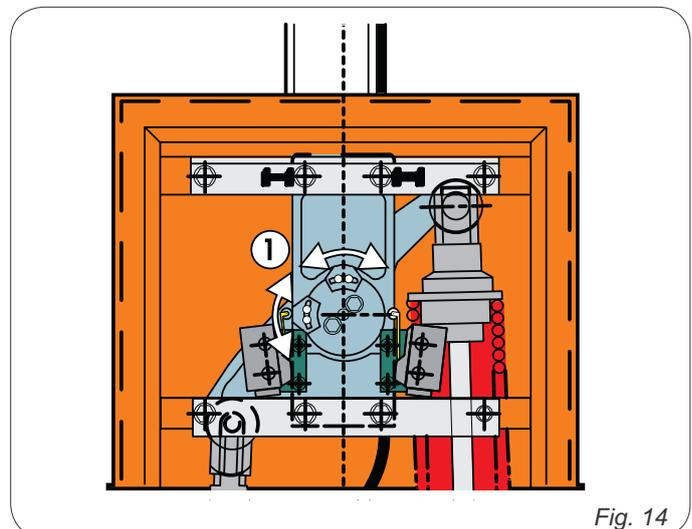

Fig. 14
1. Regular o came do fim de curso afrouxando os parafusos sextavados, como na fig. 14 ref. 1. Para aumentar o ângulo de desaceleração, aproximar o came do fim de curso correspondente. Para diminuir o ângulo de desaceleração, afastar o came do fim de curso correspondente.